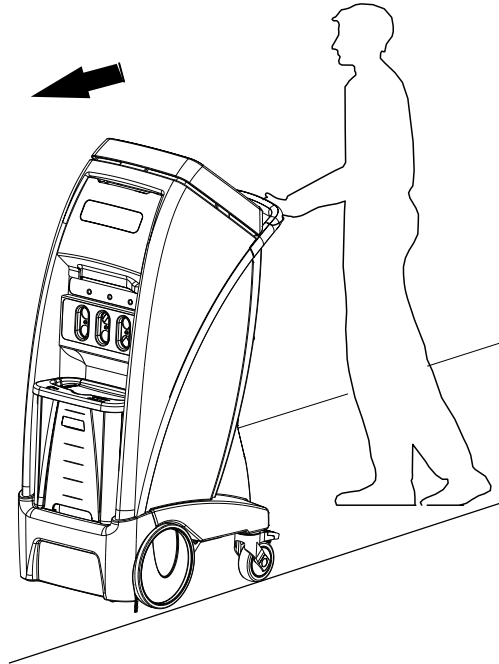

Figura 4-23: Posición de transporte
3. Asegúrese de colocar el producto con los puertos hacia adelante (Figura 4-23 de la página 4-40).